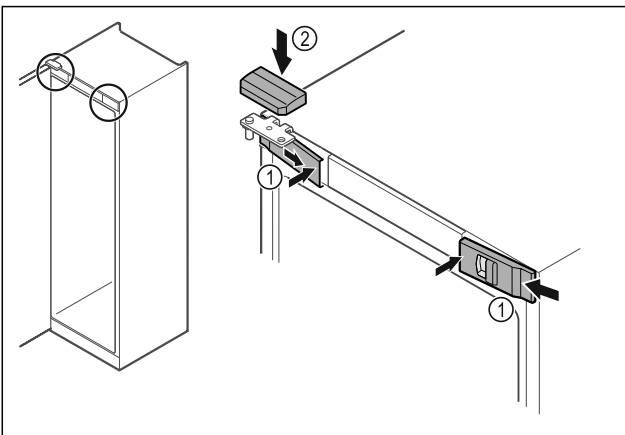

Fig. 50
- ▶ Kiinnitä etusuojuukset Fig. 50 (1) sivulta ja lukitse sisäpuolelta paikalleen.
- ▶ Paina ylempi suojus Fig. 50 (2) yläkautta paikalleen.